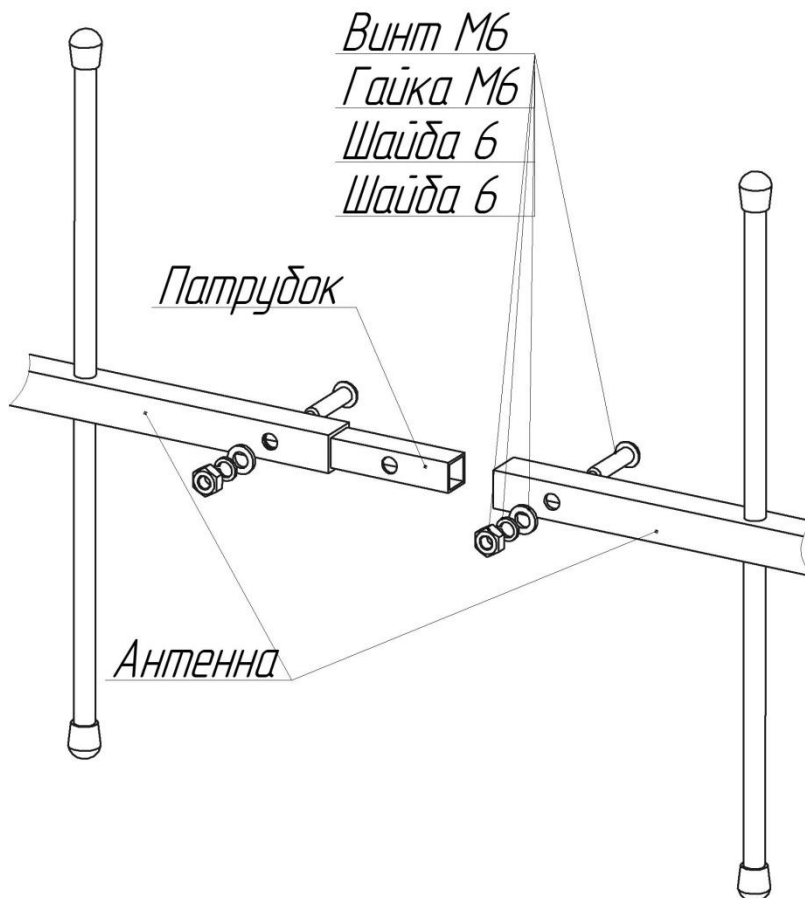

Рисунок 1 - Соединение блока директоров с блоком активным антенны
- соединить блок директоров с блоком активным антенны с помощью винтов (Рисунок 1);